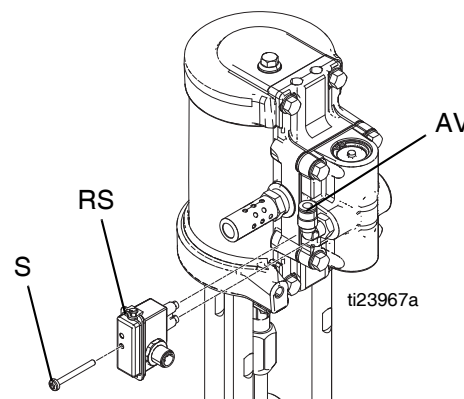

FIG. 4: Borttagning av tungrelä och tryckluftledning
3. **För motorer med DataTrak:** Se FIG. 4. Ta bort skruven (S) för att koppla ur tungrelät (RS) från luftventilen (AV).
1. **För motorer med DataTrak:** Ta bort skruven för att koppla ur tungrelät från luftventilen. Se FIG. 4, sidan 13.